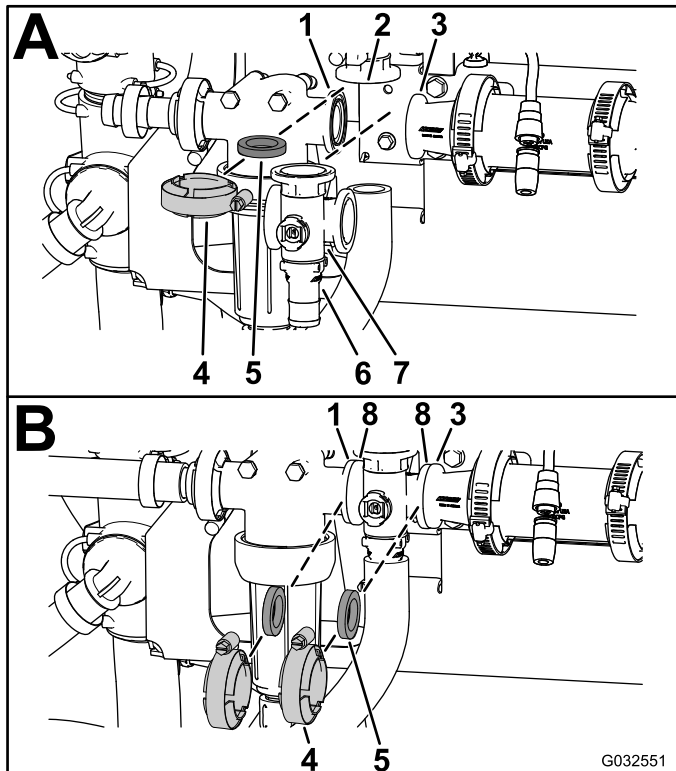

Figure 109
1. Alignez la bride de la vanne de dérivation d'agitation, un joint et la bride de raccord d'embout du collecteur de la vanne d'agitation (A de Figure 109).
2. Montez la vanne de dérivation d'agitation, le joint et le collecteur de vanne d'agitation avec un collier serré à la main (A de Figure 109).
3. Fixez le raccord rapide au raccord de dérivation en insérant un étrier de fixation dans la douille du raccord de dérivation (A de Figure 109).
4. Placez un joint entre les brides de la tête du filtre sous pression et du collecteur de vanne d'agitation (B de Figure 109).
5. Montez la tête du filtre sous pression, le joint et le collecteur de vanne d'agitation avec un collier serré à la main (B de Figure 109).
6. Placez un joint entre les brides du collecteur de vanne d'agitation et de l'accouplement réducteur (B de Figure 109).
7. Montez le collecteur de vanne d'agitation, le joint et l'accouplement réducteur avec un collier serré à la main (B de Figure 109).